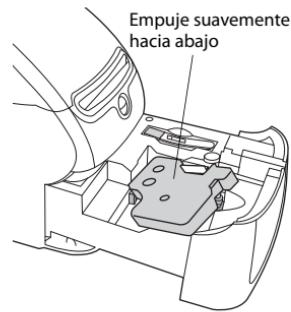

Figure 12
- Meta el cartucho y oprímalo firmemente hasta que se acomode en su lugar. Asegúrese de que estén posicionadas correctamente la etiqueta y la cinta. Véase la Figure 12.